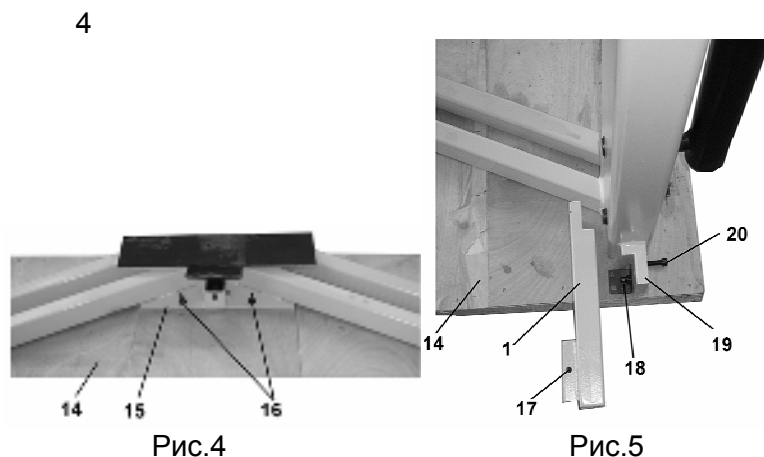

Рис.3
8. ПОДГОТОВКА К РАБОТЕ И РЕГУЛИРОВКА (Рис. 3)